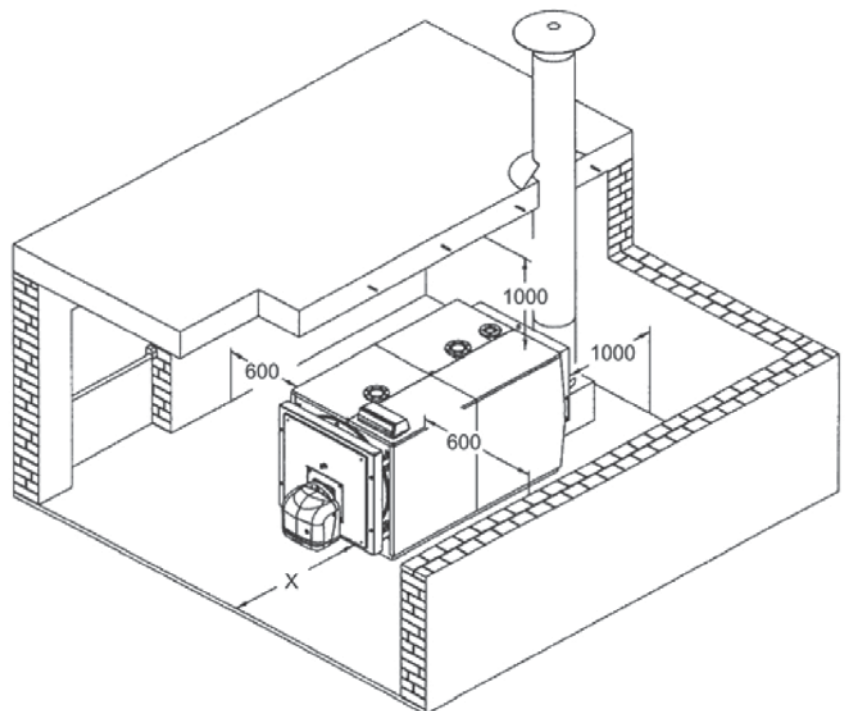

fig. 6
5.3 Помещение котельной (рис. 6)